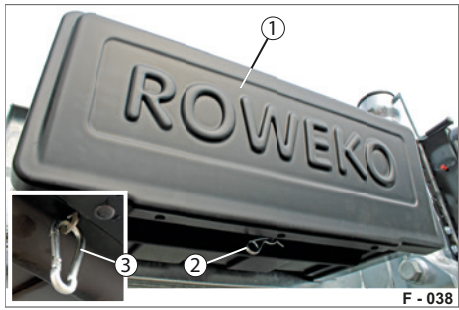

Abb. 65 Kunststoffbox verschlossen
- ▶ Sichern Sie den Deckel mit einem Federstecker (Abb. 65/2) bzw. Karabiner oder Vorhängeschloß (Abb. 65/ 3).